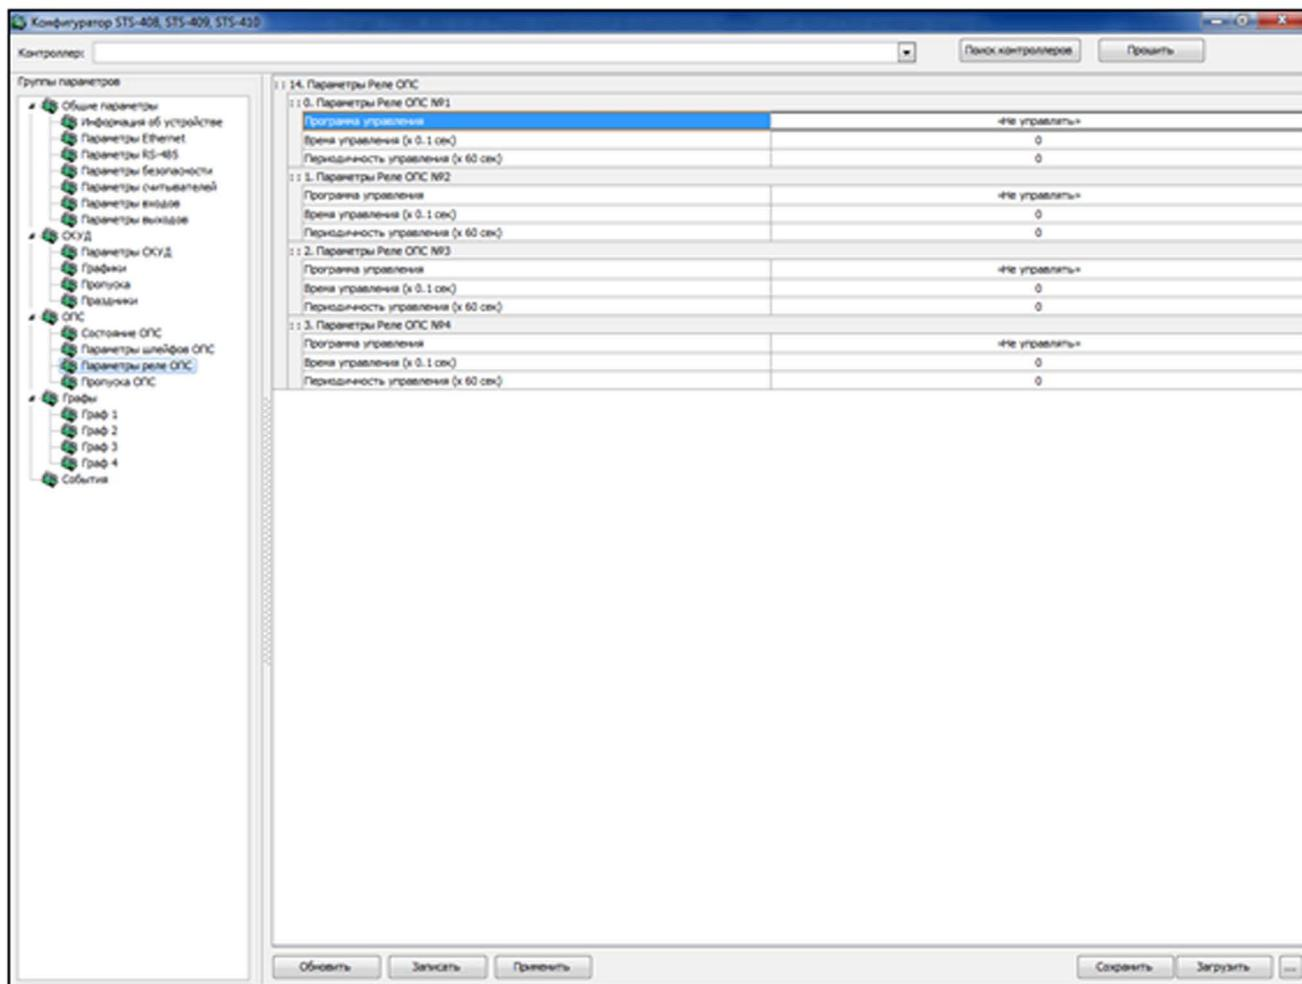

Рисунок 41
*Настройте параметры каждого из четырёх реле ОПС (рисунок 41), где:*